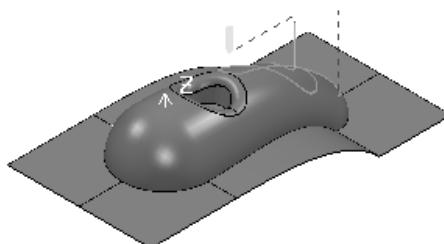

图 2-121 生成的刀具路径
10) 在“镶嵌参考线精加工”对话框中单击“应用”按钮和“接受”按钮，确定数并退出对话框，生成的刀具路径如图 2-121 所示。